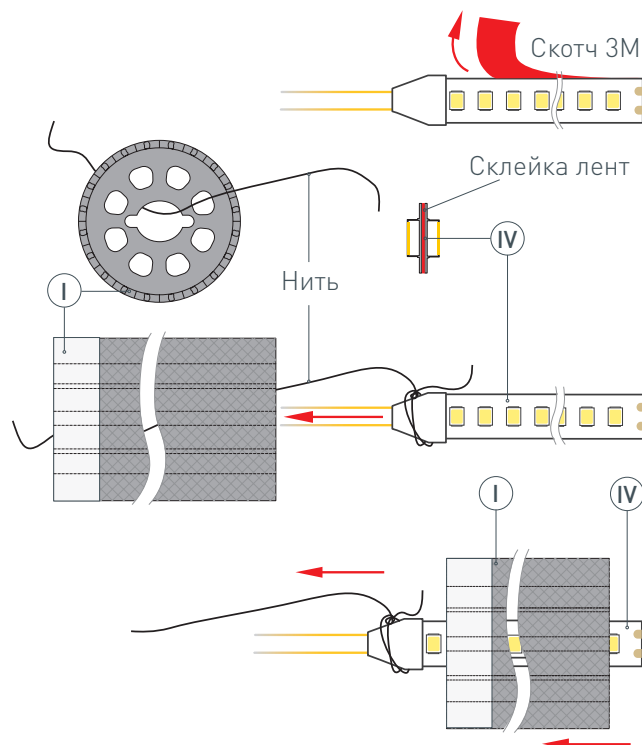

Рис. 1. Протяжка светодиодных лент ④ в профиль ①, вид сверху
- Закрепите держатели ② на поверхности и выведите наружу кабель от источника для питания светодиодной ленты.
- Установите светодиодные ленты ④ в профиль ①. Для этого необходимо снять защитный слой со скотчей на светодиодных лентах ④ и склеить ленты тыльными сторонами, чтобы можно было протянуть через профиль. Затем привязать нить (находится внутри профиля) с одной стороны профиля ① к склеенным светодиодным лентам ④, как показано на рис. 1. Чтобы втянуть ленты в профиль, сначала аккуратно поместите кабели питания светодиодных лент ④ внутрь профиля ①, а затем, насколько это возможно, вставьте край светодиодных лент. Аккуратно потяните за нить с другой стороны профиля ① и тем самым протяните светодиодную ленту ④ в профиль ①. Отвяжите нить от светодиодной ленты. **! ЗАМЕНА ЛЕНТЫ.** Если понадобится заменить уже установленные в профиле светодиодные ленты, то необходимо проделать те же действия: привяжите нить к светодиодным лентам с одной стороны профиля, аккуратно потяните ленту с другой стороны профиля. Таким образом, нить снова окажется внутри профиля, готовая для повторного использования.